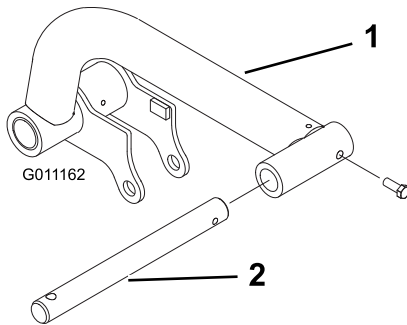

Bild 9
1. Setzen Sie eine Gelenkstange in jeden Hubarm ein und fluchten Sie die Befestigungslöcher aus (Bild 9).